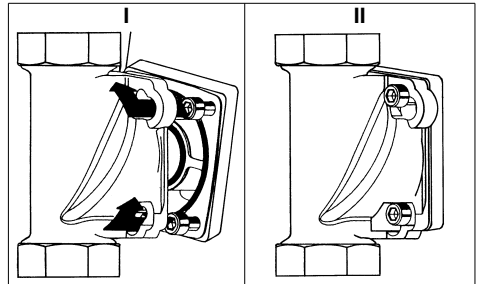

Abb. 4: Einbaudrehflansch mit Bajonett
- Die vier Flanschschrauben M6x25 (JJP 3 - 10) bzw. M8x30 (JJP 25 - 60) in die Bajonettbohrung am Einbaudrehflansch stecken (siehe Abb. 4 I).
- Die Dosierpumpe im Uhrzeigersinn bis zum Anschlag drehen (siehe Abb. 4 II).